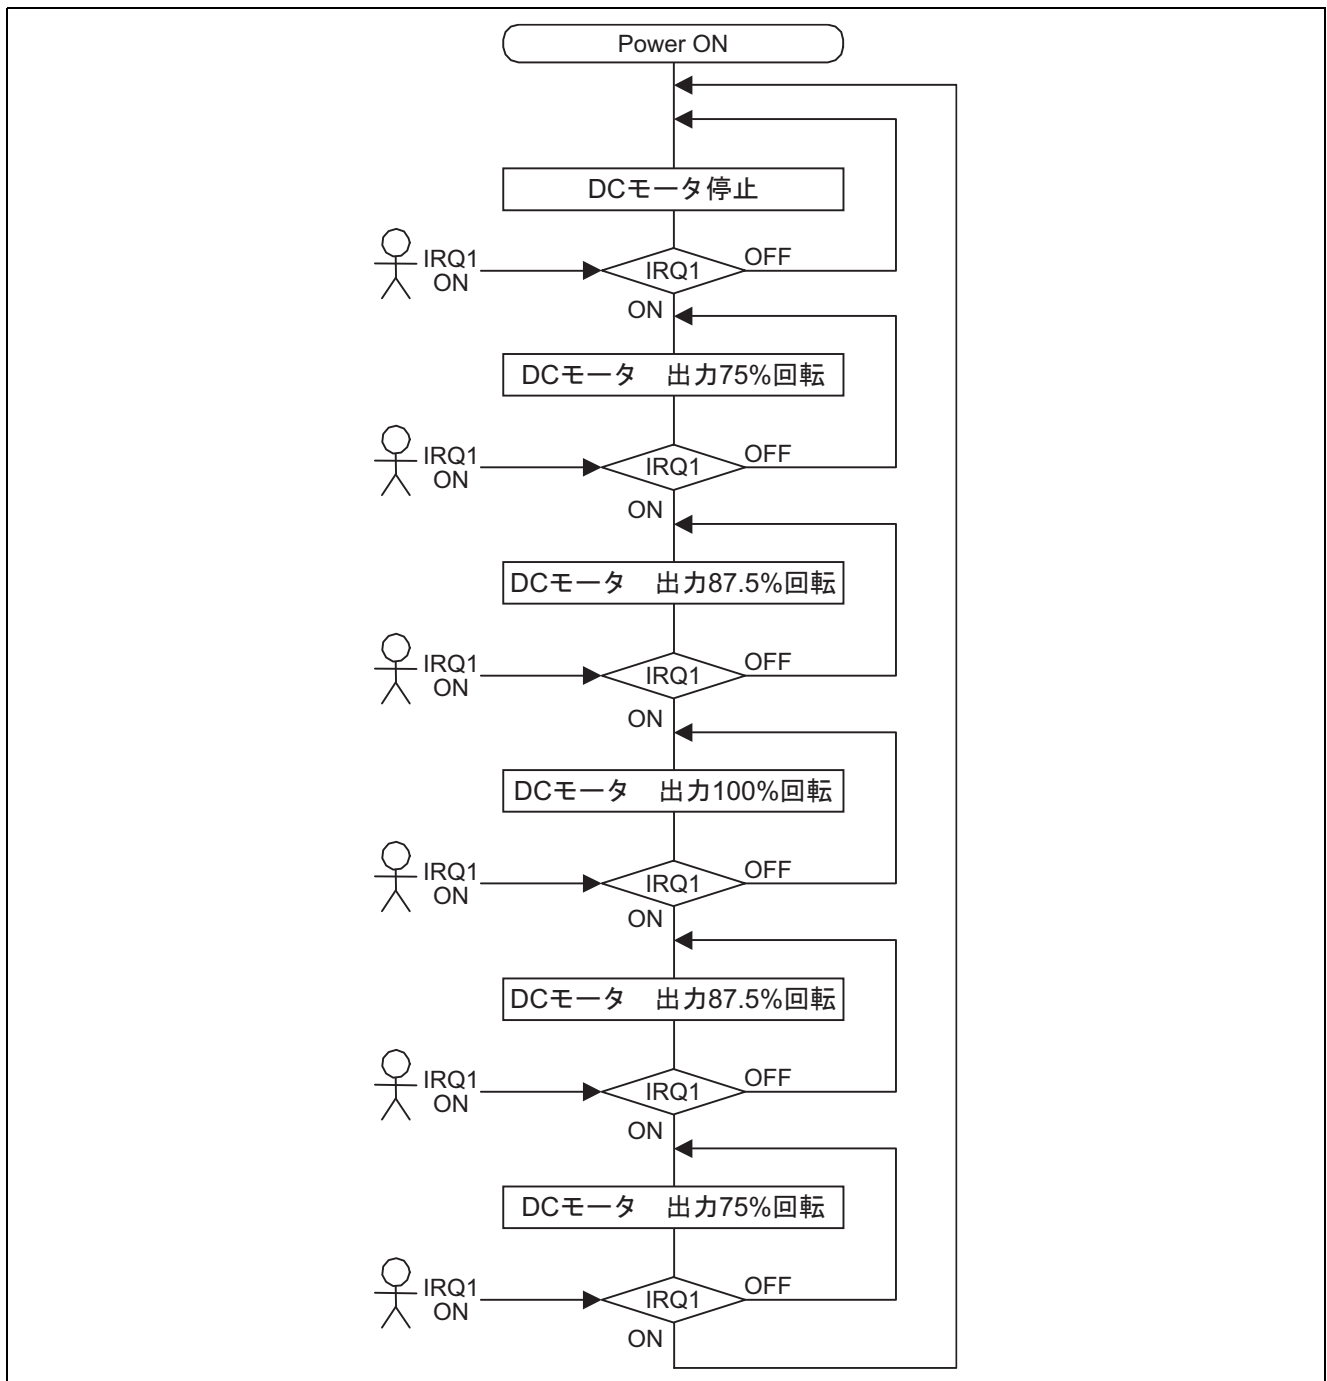

図 5 ブラシ付き DC モータ制御のフローチャート
(1) ブラシ付き DC モータ制御のフローチャートを図 5 に示します。